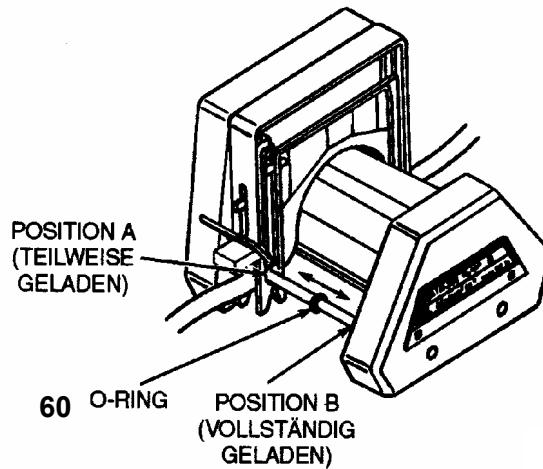

Bild 39
5.1.2. Pumpenbetrieb bei teilweiser Belegung des Mehrkanalpumpenkopfes (Bild 39)